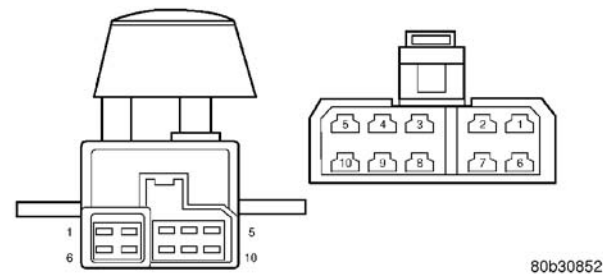

图 3 座椅开关管脚引出
- （4）使用欧姆表，使用座椅开关接头，验证座椅开关连通性测试表（图3）。如果在开关的任何位置，都不导通，更换电动座椅开关。